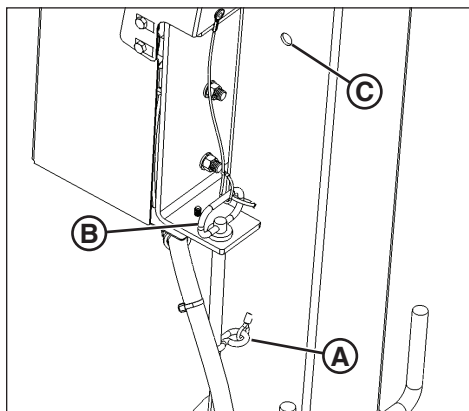

Figure 12
3. Retirer la goupille fendue (A, Figure 12) et la goupille de verrouillage du mât de la tour (B) de l'orifice de rangement comme illustré dans la Figure 12. Insérer la goupille de verrouillage de la tour dans l'orifice de verrouillage (C), et fixer avec la goupille fendue.
2. Retirer la goupille fendue et la goupille de verrouillage dans l'orifice de la tour. Mettre la goupille de verrouillage de la tour dans l'orifice de rangement et fixer avec la goupille fendue. Voir Figure 12.